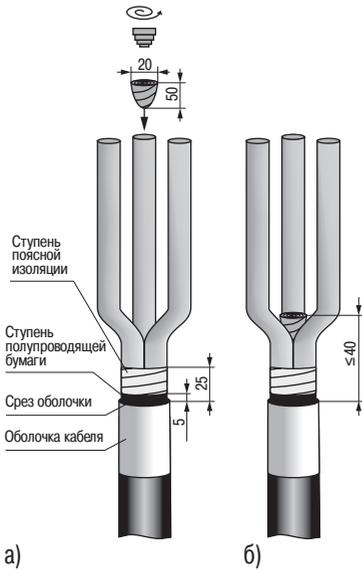

Рисунок 7.
4.21 На расстоянии 5 мм от среза оболочки наложить временный бандаж на полупроводящий бумажный экран из 2–3 витков ХБ нити. Ленты экрана удалить от края поясной изоляции до бандажа. Бандаж удалить. (рисунок 7а).
4.23 Из короткой ленты герметика сделать конус и тщательно вдавить его в «корешок» разделки кабеля. После уплотнения расстояние от края герметика до среза оболочки не должно превышать 40 мм (рисунок 7б).